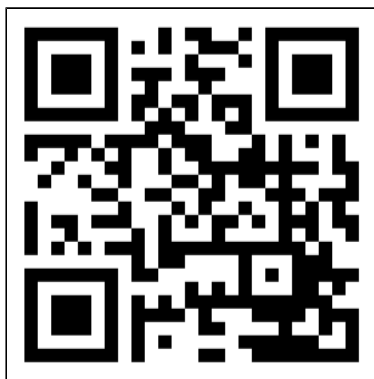

Abbildung 72.
1. Öffnen Sie das Eurom Smart App-Handbuch mit dem QR-Code (Abbildung 72) oder gehen Sie zu www.eurom.nl/nl/manuals.